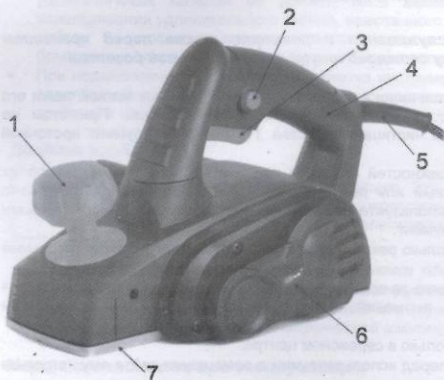

Рис. 1
- Для включения рубанка нажмите сначала кнопку (2) (См. Рис.1,2) блокировки случайного включения, а затем пусковую клавишу (4) (См. Рис.1,2). После того, как пусковая клавиша будет нажата, кнопку блокировки удерживать необязательно.
- Для выключения рубанка отпустите пусковую клавишу (3) (См. Рис.1,2).
- Глубина строгания регулируется поворотом рукоятки (1) (См. Рис.1).
- Установите регулятор глубины строгания (1)(См. Рис.1) в положение «0».
- Открутите винты крепления кожуха приводного ремня (7)(См. Рис.1).